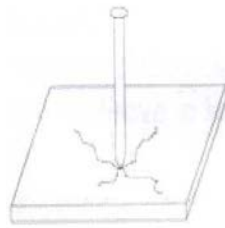

Рис.3
3.4. Если основание пошло трещинами и разлетается на осколки - оно слишком хрупкое. Осколки могут серьезно поранить Вас и окружающих. Также может произойти сквозной прострел базового материала, что чревато еще более серьезной травмой (см. рис.3).